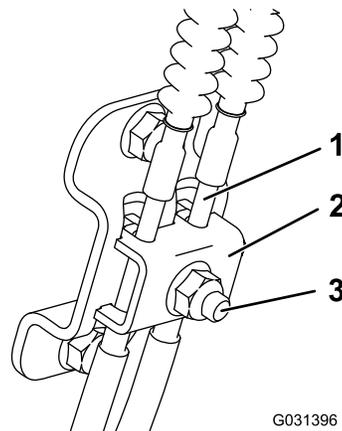

Рисунок 50
4. Ослабьте болт на зажиме троса на левой стороне машины (Рисунок 50).